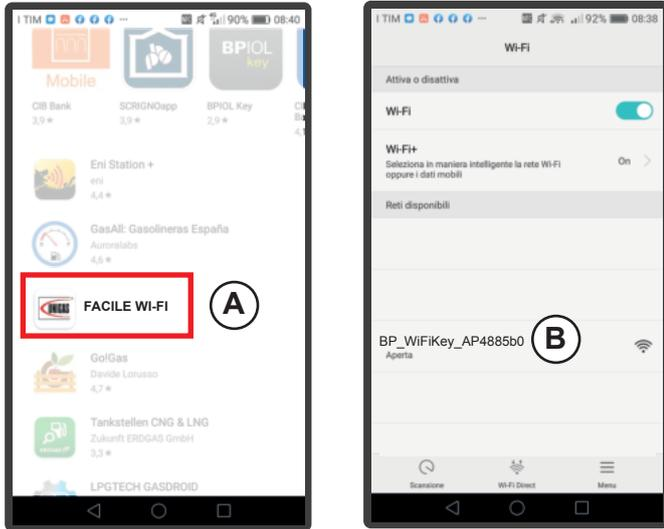

Fig. 1
1.2 - Utilizando un dispositivo Android (teléfono móvil o tableta), conéctese a la red WI-FI (B) generada por el módulo WI-FI del quemador (Fig. 1). El nombre de la red generada por el se muestra en la etiqueta de datos (Fig. 2) del módulo WI-FI